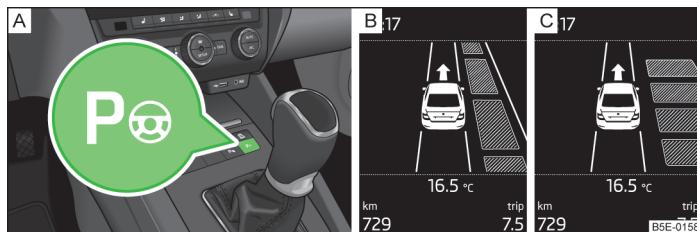

Fig. 131 Tecla de sistema / indicador de pantalla
Con el sistema activado, se enciende en la tecla el testigo de control  fig. 131 de la página 150 - .
- Pulse **un vez** la tecla de símbolo » fig. 131.
En la pantalla se muestra lo siguiente » fig. 131 - **[B]**.
- Pulse **dos veces** la tecla de símbolo » fig. 131.
En la pantalla se muestra lo siguiente » fig. 131 - **[C]**.
- Pulse un vez la tecla de símbolo P » fig. 131 de la página 150.